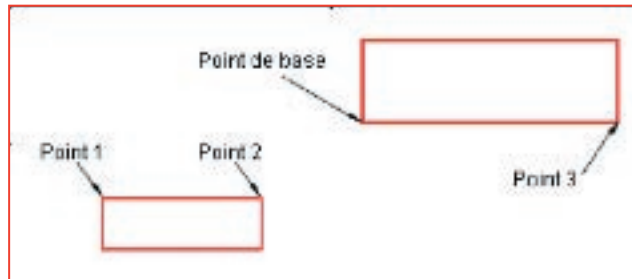

Figure 4 : définition de la longueur de référence.
6. A l'invite de commande Spécifiez la nouvelle longueur, utilisez l'accrochage aux objets sur l'extrémité pour sélectionner le point 3 de la Figure 4. AutoCAD LT